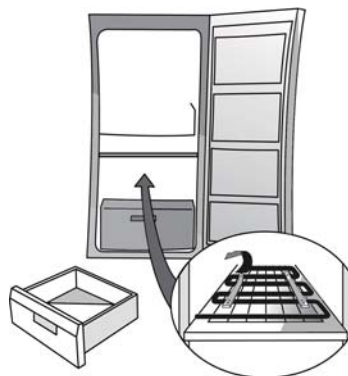

Fig. 1
- Monter avstandsstykkene (Fig. 1, 2 eller 3 avhengig av modell)